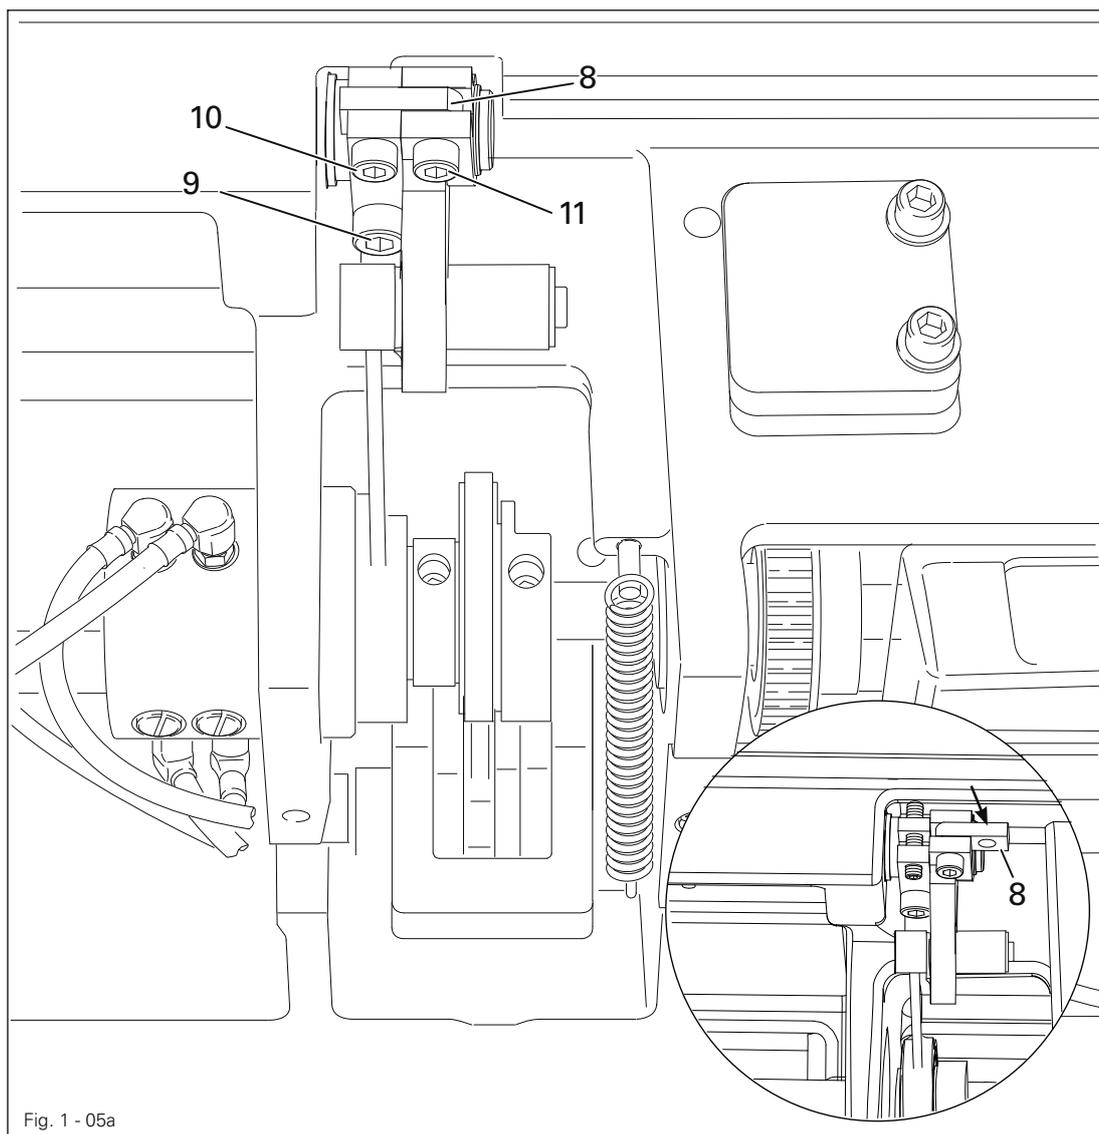

Fig. 1 - 05a
- Die Hebebewegung ist eingeschaltet, wenn das Verbindungsteil **8**, wie in Fig. 1 - 05a gezeigt, eingeschwenkt ist und die Schrauben **9** (M6x16) und **10** (M5x16) eingedreht sind.